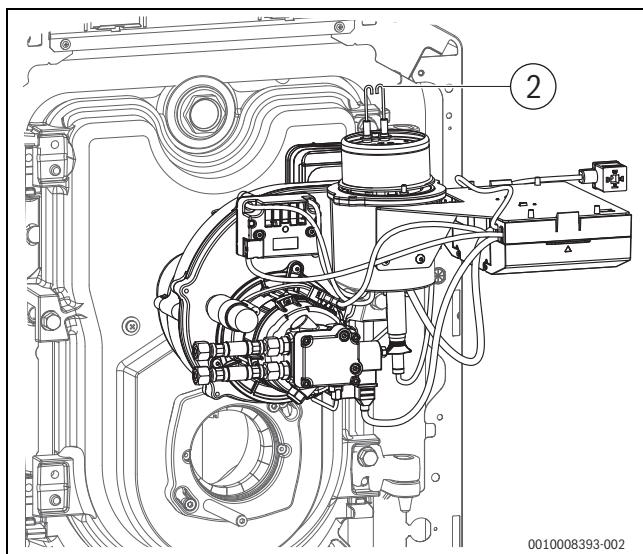

Bild 35 Brenner in Serviceposition aufstecken
- ▶ Brenner in Serviceposition (→Bild 35) aufstecken.